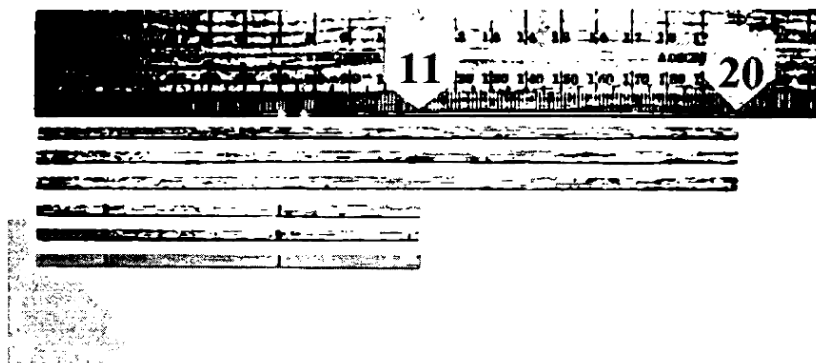

Рис. 1.12. Бальзовые опоры
2. Вырежьте бальзовые опоры (рис. 1.12). Сначала разрежьте бальзовые пластинки пополам и таким образом получите пластинки 2×3 мм. Нарезьте из них два набора: один набор из трех опор по 20 см длиной, другой – из трех опор по 11 см длиной. Срежьте края каждой опоры из первого набора по 20 см под углом, чтобы затем их можно было приклеить под углом к опорам второго набора по 11 см. Угол среза должен быть около 30°, срезать края надо на одной стороне пластинки.